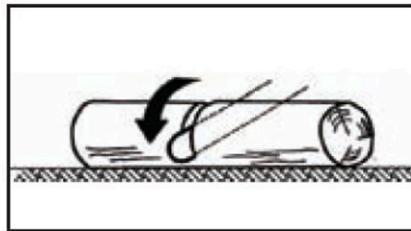

Fig. 4A
1. Tronco apoyado en toda su longitud: Corte desde arriba (overbuck), teniendo cuidado de no cortar el suelo (Fig. 4A).